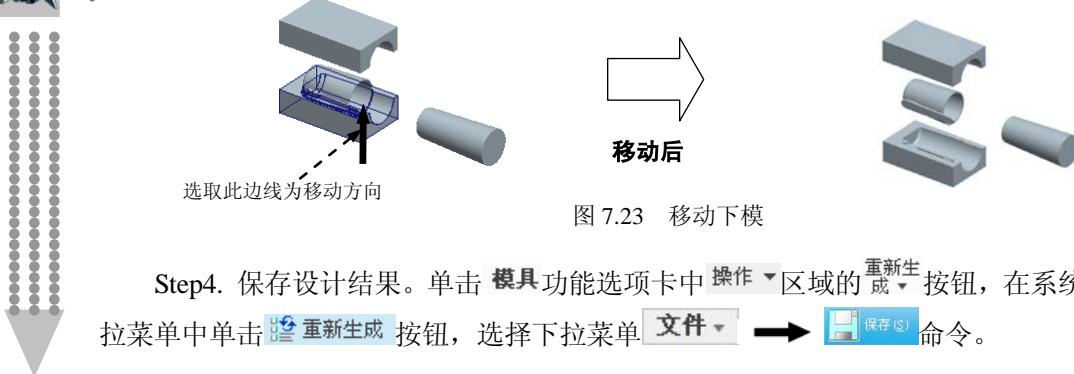

图 7.23 移动下模
Step1. 参考开模步骤 1 的操作方法, 选取下模, 选取图 7.23 所示的边线为移动方向, 然后键入要移动的距离值 -100。